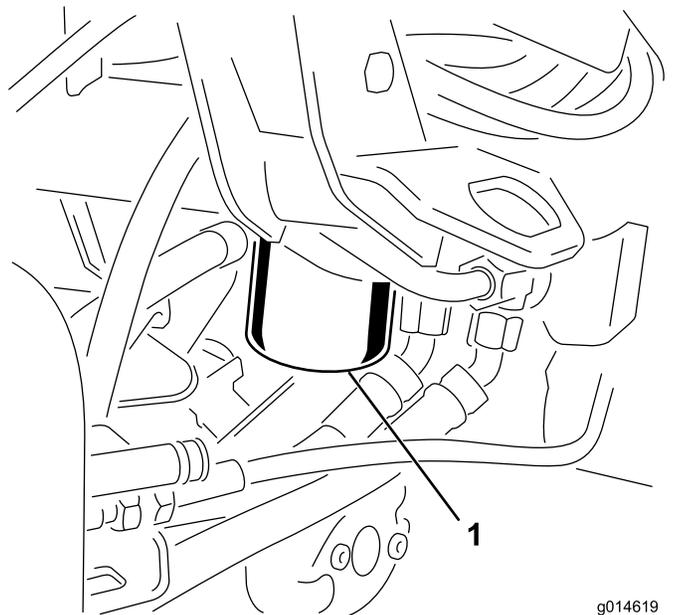

図 48
1. フィルタ容器の周辺をウェスできれいにぬぐう 図 48。フィルタの下に廃油受けを置いてフィルタを外す。